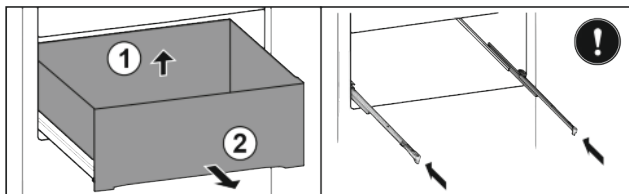

Fig. 37*
- ▶ Schubfach hinten anheben Fig. 37 (1).*
- ▶ Nach vorne entnehmen Fig. 37 (2).*